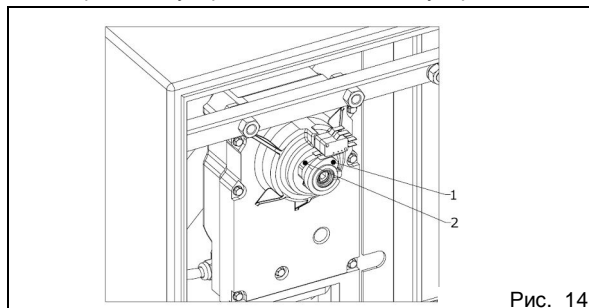

Рис. 14
- Отрегулировать кулачки (рис. 14, поз. 1 и 2) микровыключателей, ограничивающих ход стрелы, таким образом, чтобы они приводились в действие стрелой при установке её в положении "открыто" или "закрыто" до упирания в механические упоры.